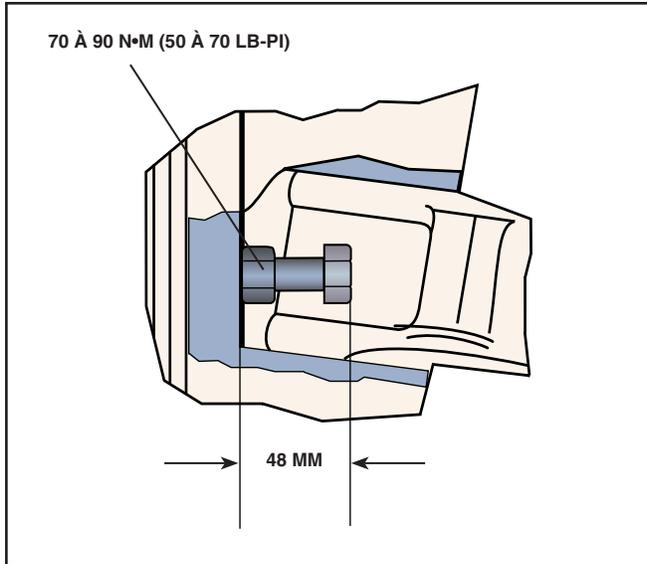

Figure 11 - Réglage des boulons d'arrêt
- b. Au besoin, dévisser le boulon jusqu'à ce que la distance entre le dessus de la tête du boulon d'arrêt et la surface de l'essieu soit de 48 mm. Voir Figure 11.